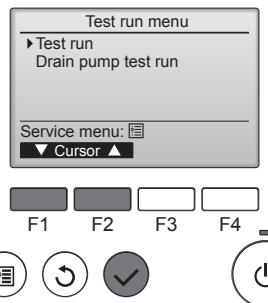

Fig. 7-4
④ Selecione "Test run" (Testar funcio.) com o botão [F1] ou [F2] e prima o botão ⑤. (Fig. 7-4)